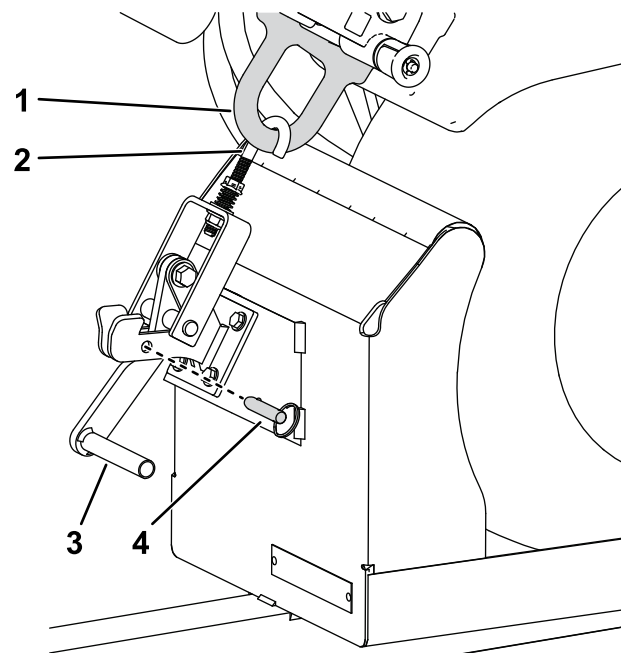

Figura 6
7. Apăsai în jos maneta de blocare și fixai-o utilizând tiftul cu eliberare rapidă (Figura 6).